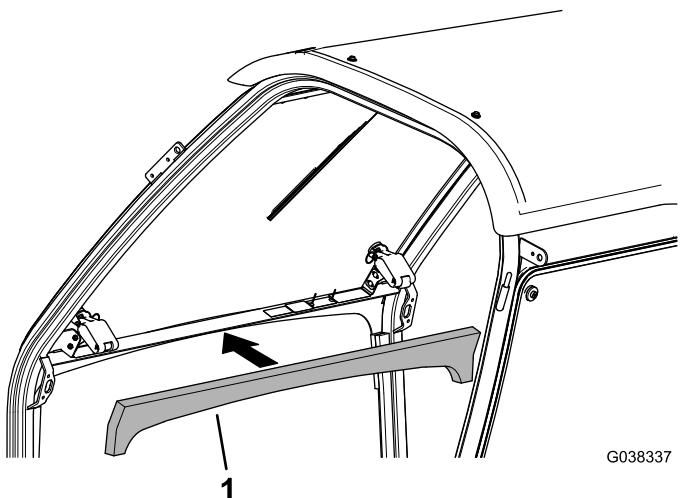

Figure 10
4. Si ce n'est déjà fait, installez le joint mousse avant (Figure 10).